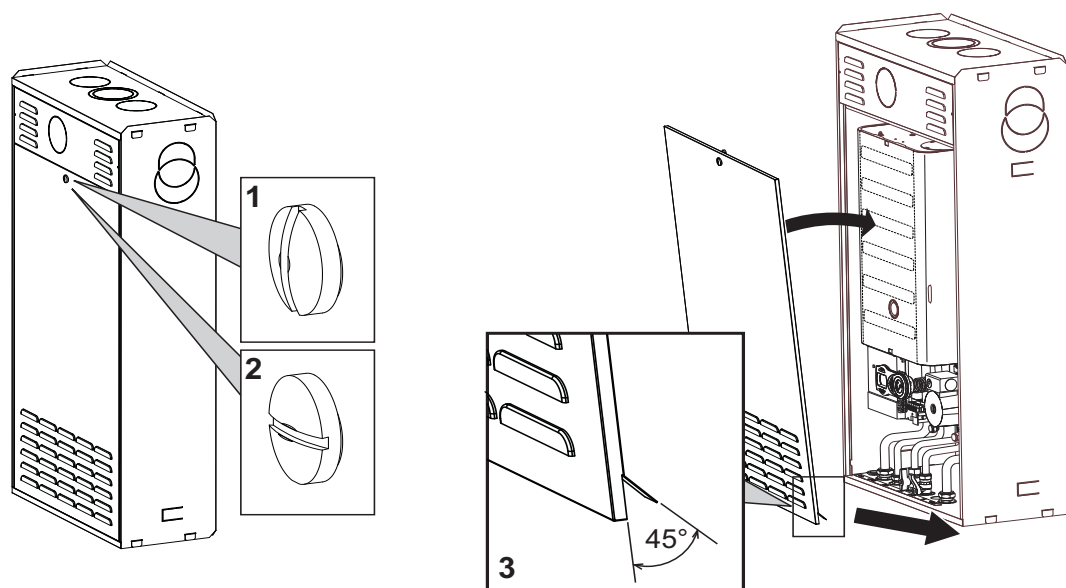

fig. 25 - Apertura e chiusura mantello
- Con una moneta o un cacciavite agire sulla serratura (1 = chiuso - 2 = Aperto - fig. 25).
- Quando si richiude il portellone, verificare che le linguette inferiori siano in posizione corretta (rif. 3 - fig. 25) e si incastrino nelle apposite sedi sull'involucro.